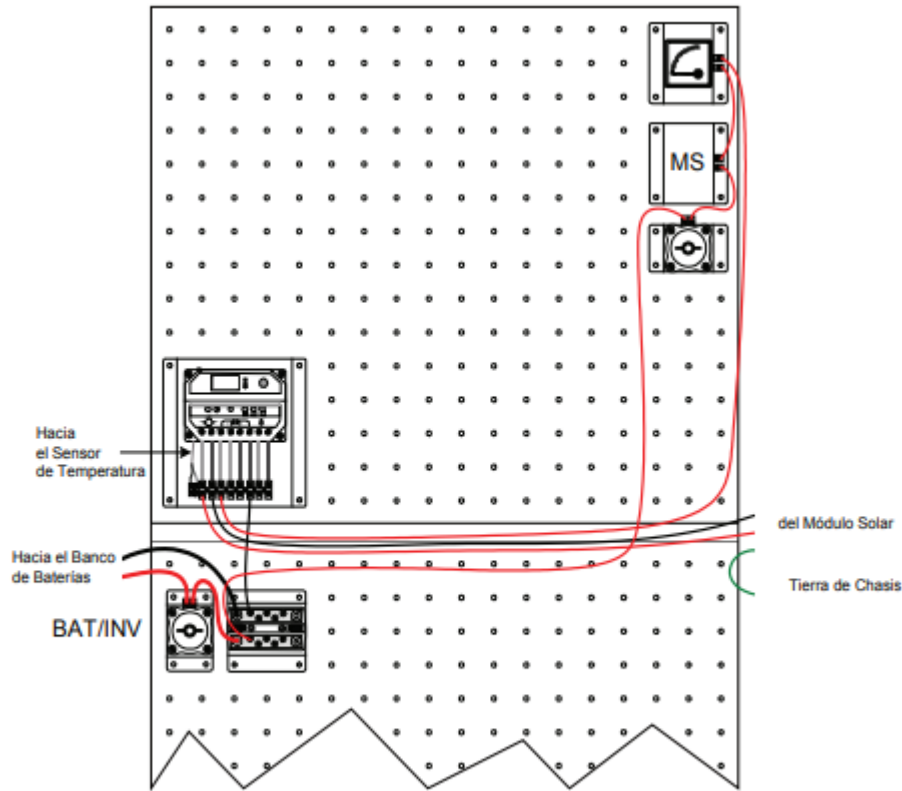

Figura 5-5. Cableado del sistema de baterías, sin carga.
4. En la superficie de trabajo vertical, instale el controlador de carga solar, el interruptor de desconexión MS, el disyuntor de CC y el amperímetro de CC. Asegure las pestañas de cada módulo y posicione los de acuerdo con lo mostrado en la figura 5-5.
14. . El equipo didáctico debería estar conectado de una manera similar a lo mostrado en la figura 5-5
39. Conecte nuevamente la lámpara LED de 12 Vcc de la manera mostrada en la figura 5-5 y mida y registre el voltaje.